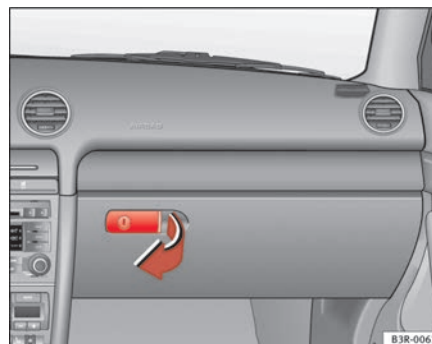

Abb. 129 Handschuhfach
- Ziehen Sie den Griff in der Klappe in Pfeilrichtung ⇒ **Abb. 129** und schwenken Sie die Klappe nach unten.
- Öffnen Sie das Handschuhfach ⇒ Seite 156, Abb. 129.